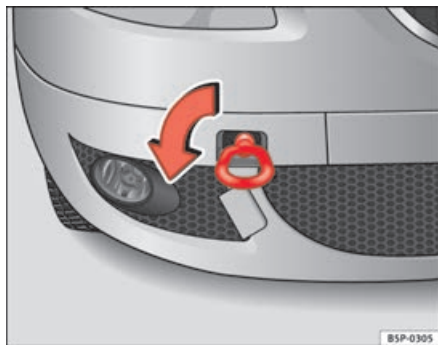
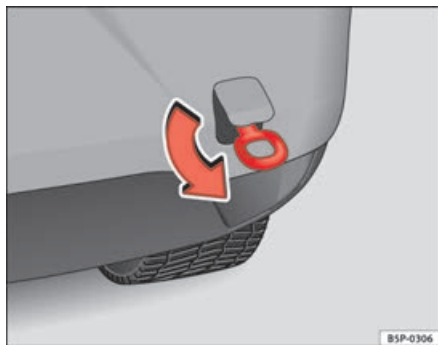

Fig. 206 Enroscar a argola de reboque na parte dianteira direita do veículo
Fig. 207 Enroscar a argola de reboque de trás
- Enroscar a argola de rebocagem no sentido da seta *para a esquerda*, até ao batente, à frente ⇒ **fig. 206** ou atrás ⇒ **fig. 207** no respectivo furo roscado. ■